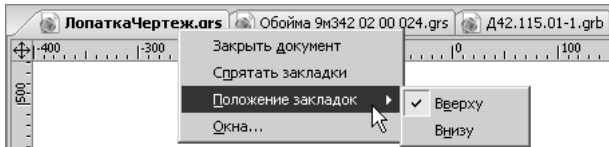

Рис. 1.23. Закладки
**Закладки документов** служат для быстрого перемещения по открытым документам при помощи выбора нужной закладки. Видимость закладок регулируется командой «*Настройка→Окна→Закладки страниц*», а их расположение – контекстным меню (рис. 1.23).